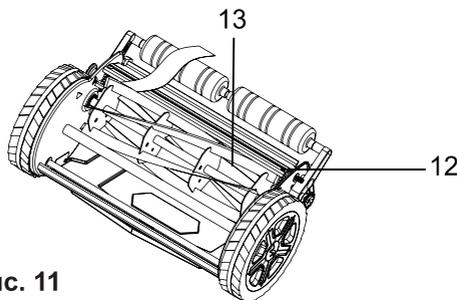

Рис. 11
2. Начиная с левой стороны, подайте полоску бумаги вертикально между неподвижным ножом (13) и режущим барабаном (5) (Рис. 11). Убедитесь, что из-под неподвижного ножа (13) выступает приблизительно 1,5 см длины полоски.